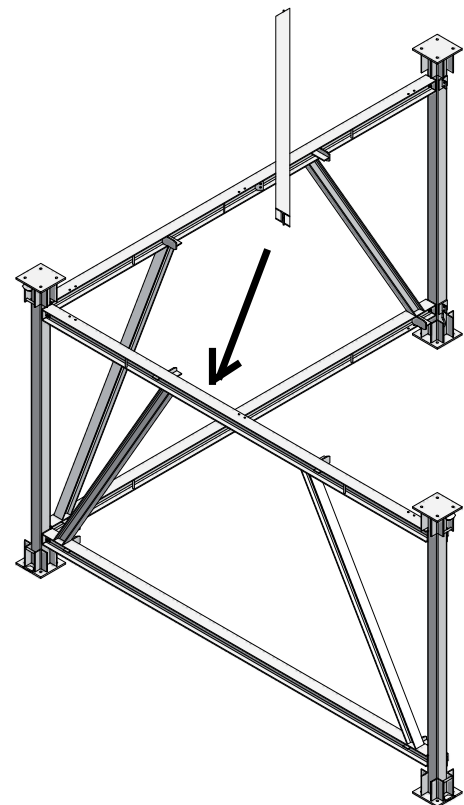

Abb. 5.2
3. Verbinden der beiden Verbände mit einem SP-Diagonalträger (die Verbindung der beiden Verbände mit dem SP-Diagonalträger erfolgt mit 2 x 2 Schrauben M12x40 sowie U-Scheibe für M12 und Sechskant-Stopp-Mutter M12). Entfernen der Kippsicherung an der Verbandscheibe (Abb. 5.2).